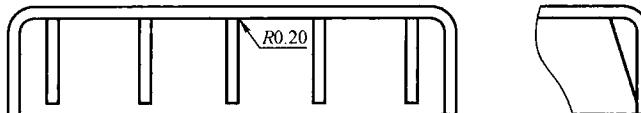

图 1-11 外壁在 1.0mm 以下
4) 肋的厚度为外壁的 $1/2 \sim 2/3$, 外壁在 1.0mm 以下的可做成 $1:1$ (图 1-11)。